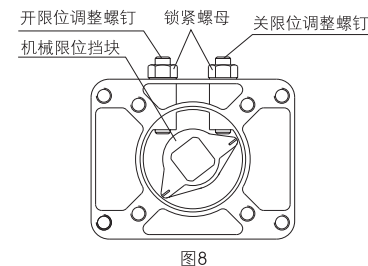

图8
4、机械限位挡块的调整（图8、9）
①用手柄驱动阀门至全关位置并使全关位置限位开关（K1）动作（限位开关动作时会发出“咔嚓”声）。
②松开右侧的锁紧螺母，用内六角扳手顺时针方向旋转关限位调整螺钉并使调整螺钉与机械限位挡块刚好相抵，然后逆时针方向将调整螺钉往回旋转半圈，使全关位置处机械限位滞后电气限位约2.5°的角距离，锁定锁紧螺母。
③用同样的方法进行左侧全开限位机械限位的调整。